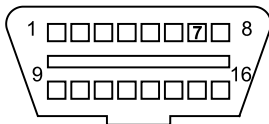

Рис. 5.1
2. Для 16-ти контактной колодки OBD-II (Рис.5.1)